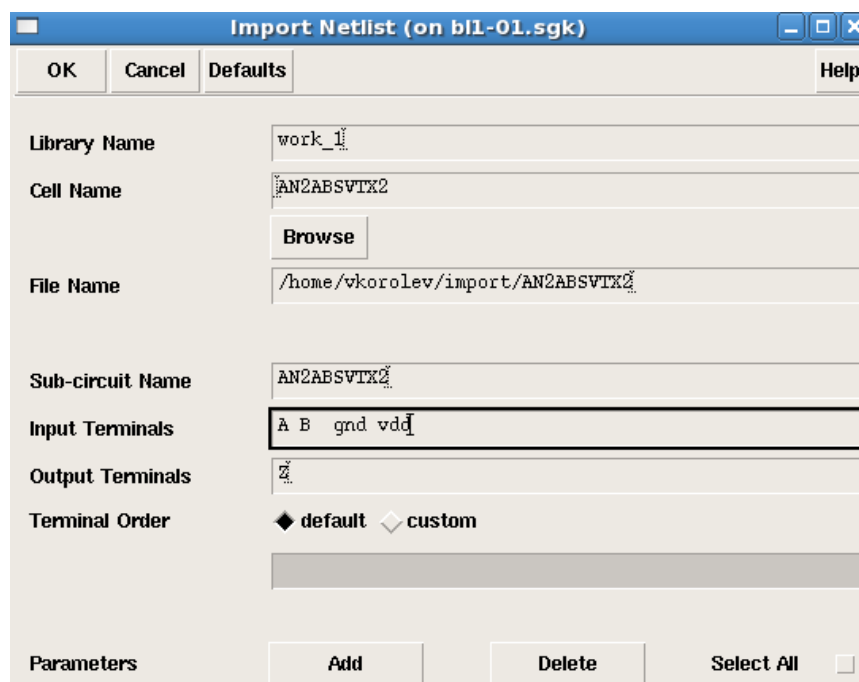

Рис.5.3 Окно импорта списка соединений.
- Выберите команду меню *Tools-> \*Import Netlist -> Create/Update Symbol* (рис.5.3)